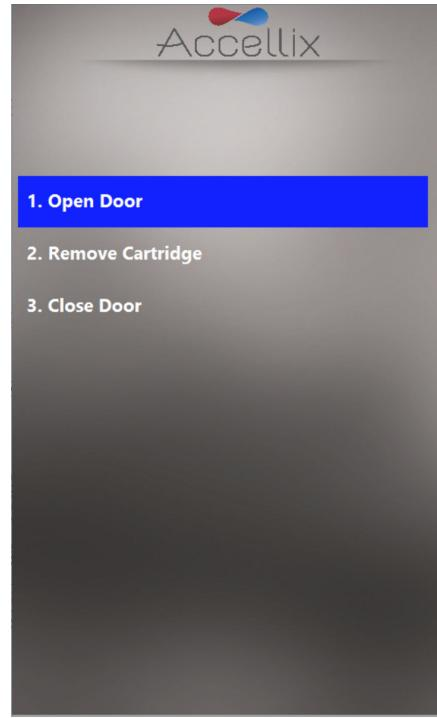

图46: 移除芯片屏幕
14. 屏幕指示（图 46）会提示用户打开仪器门、移除芯片，最后关闭仪器门。